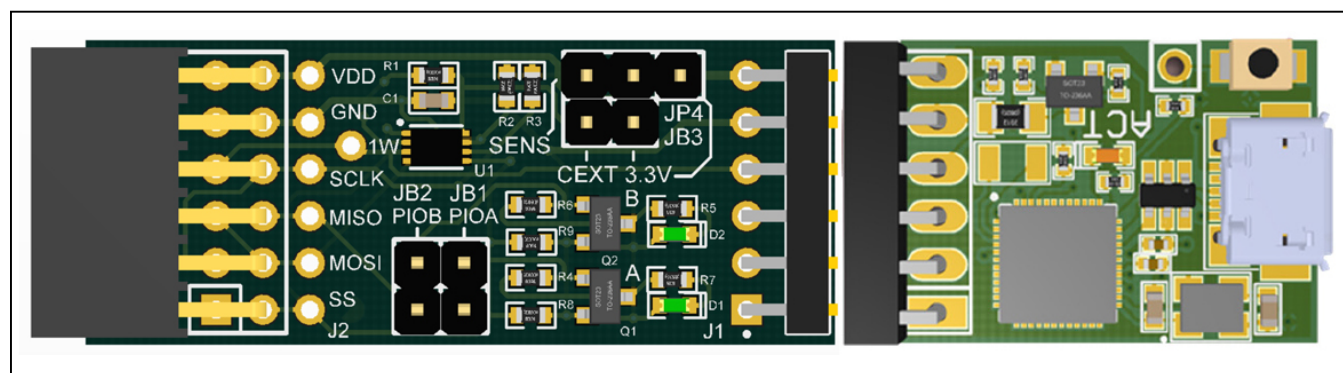

Figure 6. DS9481P-300 Attached with DS28E18 EV Kit Board
- 2) Attach the DS9481P-300# adapter to the DS28E18 EV kit (Figure 6).